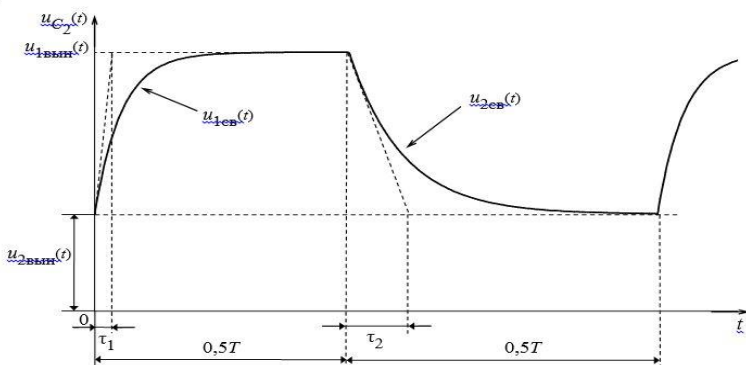

Рис. 3.2. Переходные процессы в цепи первого порядка
В результате каждый раз к моменту коммутации переходные процессы в этих цепях заканчиваются установившимися (рис. 3.2).
2) Как изменится вид осциллограммы (рис. 3.2) переходного процесса RC -цепи первого порядка (рис 3.1), если величину емкости конденсатора в ней увеличить в 2 раза?